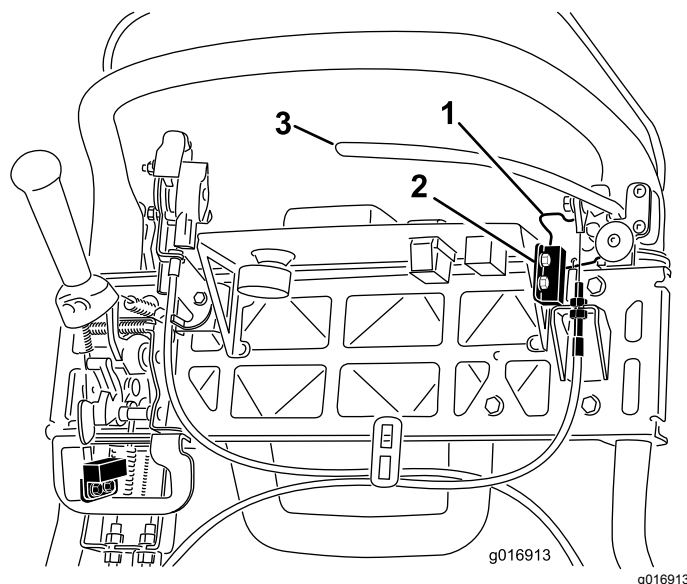

Figura 45
- Desaperte e remova as juntas de montagem do interruptor de segurança (Figura 45).
- Coloque um calço de 1,6 mm entre o bloqueio do travão de mão e o interruptor de segurança (Figura 45).
4. Para aumentar tensão do cabo, desaperte a porca de bloqueio do cabo superior e aperte a porca de bloqueio do cabo inferior (Figura 45) até que seja obtida uma força de 156 N aplicada na pega da alavanca do travão, necessária para libertar o trinco do travão de mão.